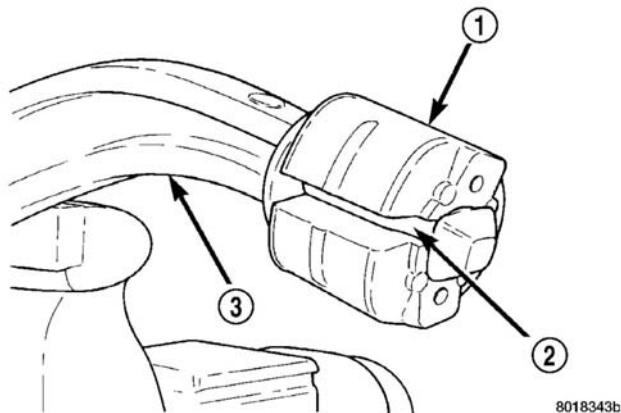

图 23 划开的下控制臂后衬套
- (1) 将下控制臂从前悬架托架上拆卸下来。(参见 2—悬架系统 / 前 / 下控制臂—拆卸)
- (2) 用虎钳夹住下控制臂，但不要过度用力。
- (3) 用利刃(例如刀片)顺着衬套纵向剥开(图 23)，使其与下控制臂分离 (图 23)。
- (4) 从下控制臂上卸下衬套。
(4) 穿过加强件将下控制臂后衬套止动螺栓安装到各个下控制臂后衬套的每一侧。这些 M10 的螺栓的紧固扭矩为 $61 \text{ N} \cdot \text{m}$ (45 ft.lbs.)。
(5) 安装将加强件和托架横梁后部连接到车身上的两个螺栓和衬套 (图 23)。紧固螺栓至 $163 \text{ N} \cdot \text{m}$ (120 ft.lbs.) 的扭矩。